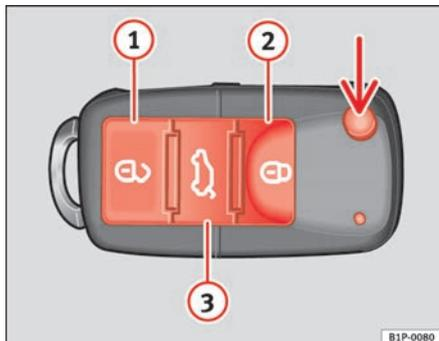

Abb. 64 Tastenbelegung
Mit der Taste \Rightarrow Abb. 64 (Pfeil) der Fernbedienung wird der Schlüsselbart ausgeklappt.
Fahrzeug entriegeln \Rightarrow Abb. 64 ①
Fahrzeug verriegeln \Rightarrow Abb. 64 ②
Heckklappe entriegeln. Drücken Sie die Taste \Rightarrow Abb. 64 ③, bis alle Blinkleuchten am Fahrzeug kurz aufleuchten. Nach Drücken der Entriegelungstaste \Rightarrow ③ können Sie die Heckklappe innerhalb von 2 Minuten öffnen. Nach Ablauf dieser Zeit wird die Heckklappe wieder verriegelt.
Zudem blinkt die Batterie-Kontrollleuchte des Schlüssels \Rightarrow Abb. 64 auf.
Bei einmaligem Drücken der Taste \Rightarrow Abb. 64 ① wird nur die Fahrertür geöffnet. Alle anderen Türen bleiben verriegelt.
Bei zweimaligem Drücken der Taste  ⇒ Seite 101, Abb. 64  werden alle Türen entriegelt.
- Verriegeln Sie das Fahrzeug mit dem Schlüssel mit Funk-Fernbedienung ⇒ Seite 101, Abb. 64 über das Schloss in der Fahrertür.